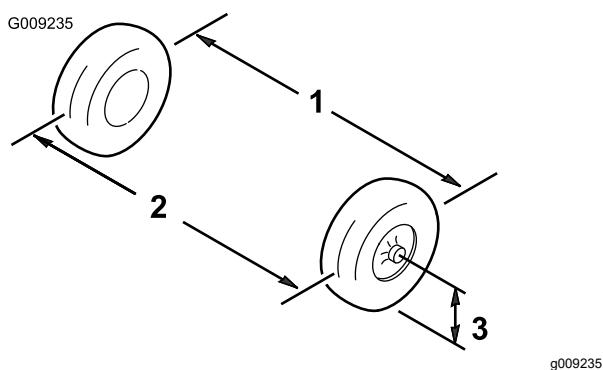

図 41
1. 前輪の前と後ろで、左右のタイヤの中央線間隔を測る計測はアクスルの高さで行う(図 41)。